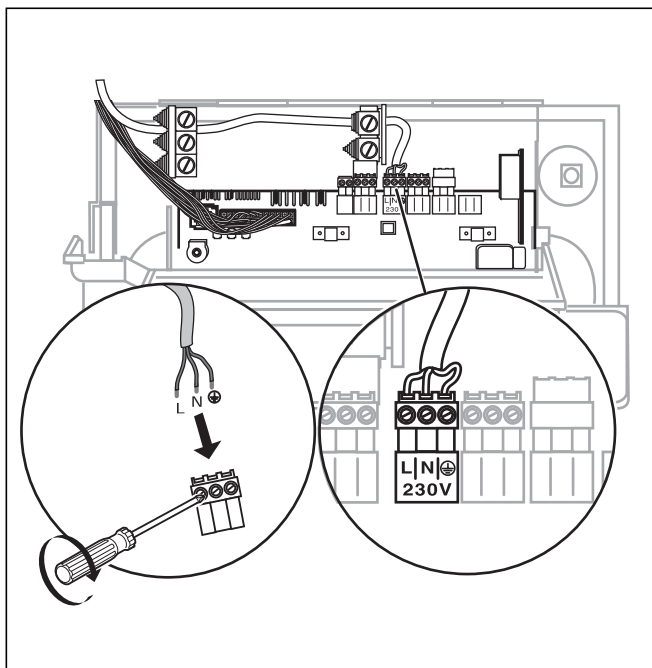

Fig. 5.1 Branșarea cablului de alimentare
Instalarea părții electrice trebuie să fie executată de specialistul instalator, care preia răspunderea asupra respectării normelor și directivelor în vigoare. Atragem atenția în special asupra respectării prescripțiilor aflate în vigoare pe plan național și a prescripțiilor stabilite de furnizorul de energie. Cazanele de încălzire cu gaz Vaillant sunt dotate cu fișe de conectare la sistemul ProE pentru facilitarea cablării și sunt cablate până la faza de conectare imediată. Cablurile de rețea și celelalte cabluri de conectare (de ex. de la pompa de încălzire) pot fi legate la fișele respective special prevăzute ale sistemului ProE (vezi fig. 5.1 și 5.2).
- Branșați cablul de rețea la fișa ProE într-un montaj fix (vezi fig. 5.1).